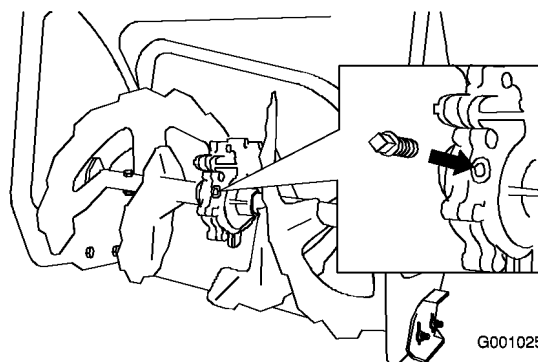

Figura 49
2. Pulite l'area circostante il tappo del tubo (Figura 49).